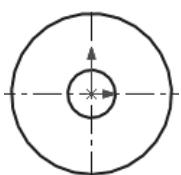

图 2.3 绘制圆
(2) 绘制圆弧。选择下拉菜单`工具(T) → 草图绘制实体(X) → 圆(C)`命令，在图形区中绘制图2.3所示的圆。